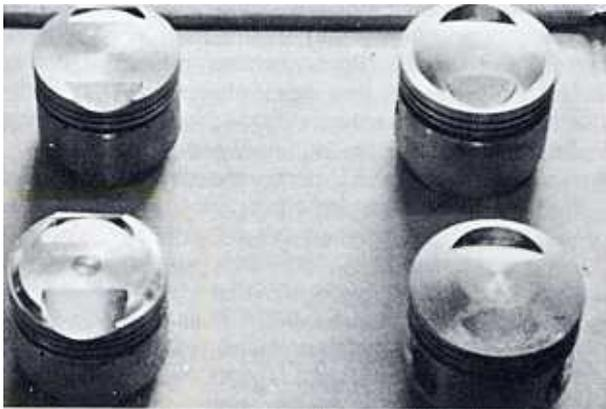

Bild 109
- Für jeden Motor sind verschiedene Kolben erhältlich. Es empfiehlt sich im allgemeinen, bei den Originalkolben zu bleiben. Beim Einbau anderer Kolben muss auch die Nockenwelle, die Vergaser und die Auspuffanlage ausgetauscht werden (Bild 109). Gegenwärtig sind für den Zweizylinder GTL-SF- und SFC-Kolben erhältlich, für die 1000er gibt es 3CL-